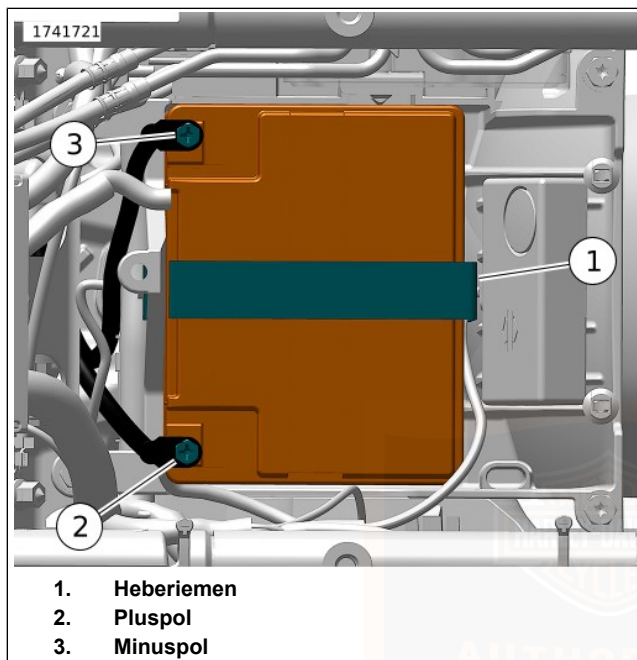

Abbildung 119. Batteriefach
10. Siehe Abbildung 119 . Beide Batteriepolverschrauben (2, 3) lösen, den Minuspol der Batterie zuerst.
11. Den Batterieheberiemen (1) nach oben ziehen, um die Batterie anzuheben. Wenn die Batterie weit genug angehoben wurde, um sie gut fassen zu können, Batterie greifen und komplett ausbauen.
3. Siehe Abbildung 119 . Die Batterie mit der Kontaktseite nach vorne in die Batteriegrundplatte einsetzen.